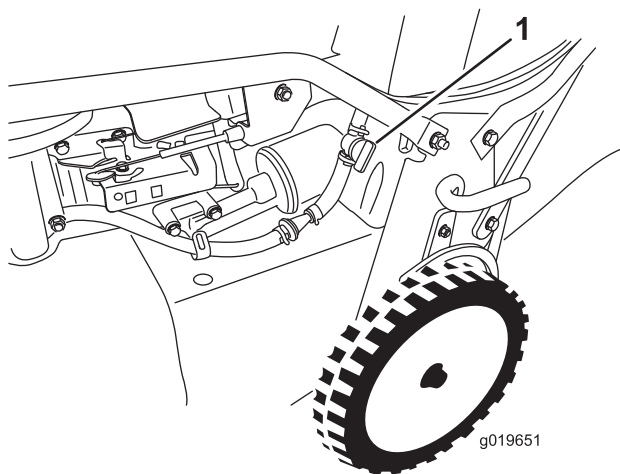

Figure 19
2. Ouvrez le robinet d'arrivée de carburant (Figure 19).